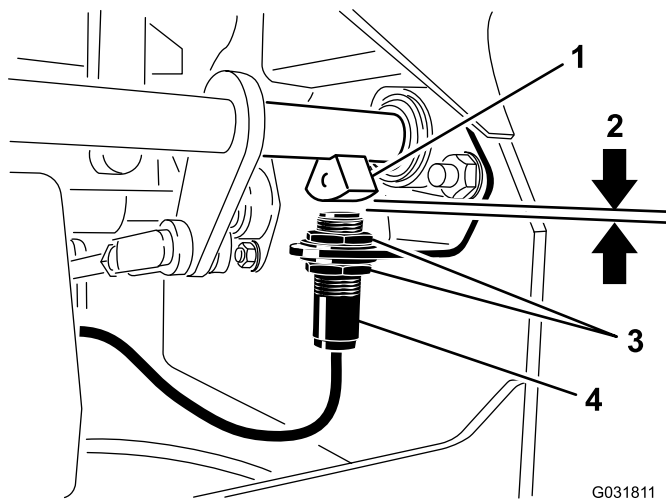

Figure 48
4. Montez ou descendez le contacteur sur le support jusqu'à ce que le capteur d'arbre de frein et le plongeur du contacteur soient distants de 4 mm, comme montré à la (Figure 48).